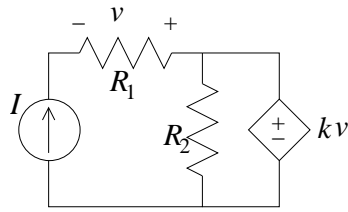

Figura 2.10: Circuito con FTCT
**2 Ejemplo** En la Figura 2.10 se muestra un circuito donde se presenta una FTCT, la cual depende de  $v_1$ . Observe que no sólo se indica dónde se mide  $v_1$ , además se indica cómo, es decir, debe estar indicado de manera precisa el lugar y el sentido de la tensión  $v_1$ .